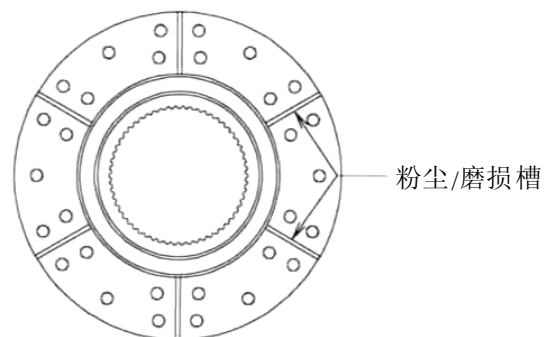

图 5
4.2.1.1 当摩擦衬片磨损到槽（对于 48”规格的刹车是外径“台阶”，参见图 5）的底部，或当任何“X”或“Y”尺寸超过表 8 中所列的极限值时，就必须更换摩擦材料。当“X”或“W”尺寸已经达到，而摩擦盘的“X”或“Y”尺寸并未磨损到其极限值时，需进行磨损调整。